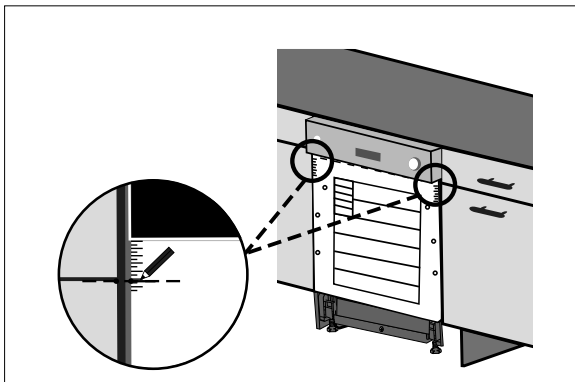

Abb. 10
- ▶ Legen Sie die mitgelieferte Bohrschablone an der Tür an und zeichnen Sie den Anlegepunkt für die Frontblende ein (siehe **Abb. 10**)..